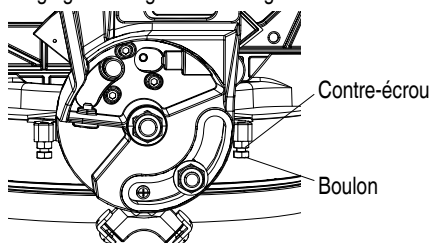

Fig. 21
- (2) Desserrer la poignée de verrouillage d'angle en biseau et incliner complètement vers la gauche le carter.
- (3) Au moyen d'une équerre combinée, confirmer si la lame est 45° par rapport à la table.
- (4) Pour ajuster, incliner le carter à 0°, desserrer le contre-écrou et tourner le boulon vers l'intérieur ou l'extérieur pour augmenter ou diminuer l'angle comme illustré sur la Fig. 21.
- (5) Incliner le carter en arrière vers la gauche et reconfirmer l'alignement.
- (6) Répéter les étapes jusqu'à ce que la lame soit à 45° par rapport à la table. Une fois l'alignement obtenu, serrer le contre-écrou et la poignée de verrouillage d'angle en biseau.